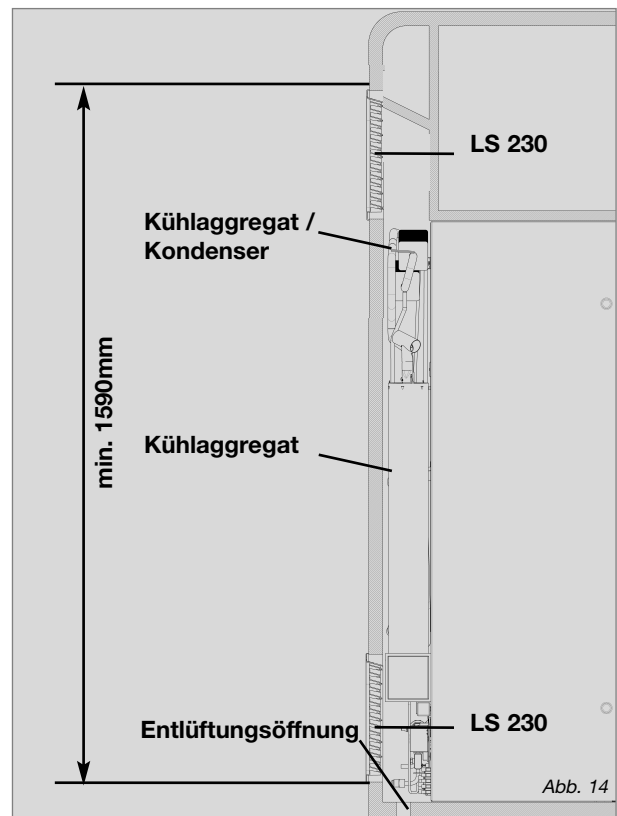
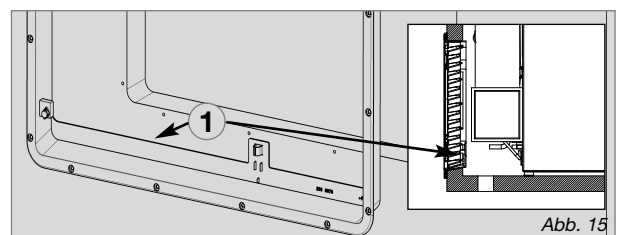

Abb. 14
Abb. 15
Die Belüftungsgitter müssen einen freien Querschnitt von mindestens 380 cm² aufweisen. Dies wird mit dem Dometic Absorber Be- und Entlüftungssystem LS 230 erreicht, das für diesen Zweck geprüft und zugelassen ist. Das obere Belüftungsgitter sollte so hoch wie möglich über dem Kühlaggregat angebracht werden (Abb. 14). Das untere Belüftungsgitter muss bündig mit dem Nischenboden angeordnet sein (Abb. 14), damit unverbranntes Gas (schwerer als Luft) auf direktem Weg ins Freie gelangt. Der Gasbrenner muss sich oberhalb der Kante (1) befinden. Wenn diese Anordnung nicht möglich ist, muss der Fahrzeughersteller eine Entlüftungsöffnung im Nischenboden herstellen, damit unverbranntes Gas sich nicht am Boden sammelt (Abb. 15).